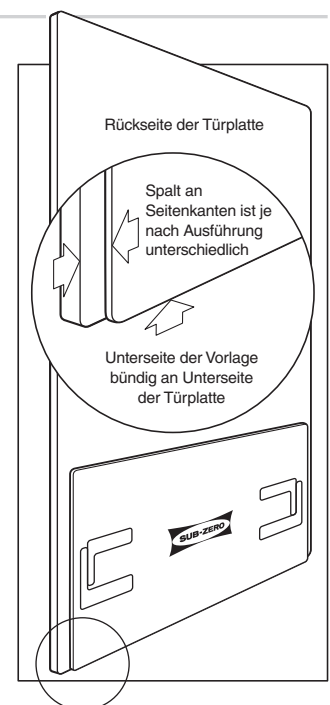

Abb. 12
Die mitgelieferte Kunststoffvorlage so positionieren, dass sie bündig mit der unteren Kante der Tür abschließt. Dabei darauf achten, dass die Ausrichtung für die rechte (RH) bzw. linke (LH) Türposition genau eingehalten wird. Siehe Abbildung 12 auf Seite 98.
**WICHTIGER HINWEIS:** Die Vorlage hat zwei verwendbare Seiten, eine für die Tür und eine für die Schubladen. Es muss sichergestellt werden, dass Sie die richtigen Löcher und die richtige Seite verwenden. Denken Sie daran, dass Sie die Türplatte in Abbildung 12 auf Seite 98 von der Rückseite aus betrachten.